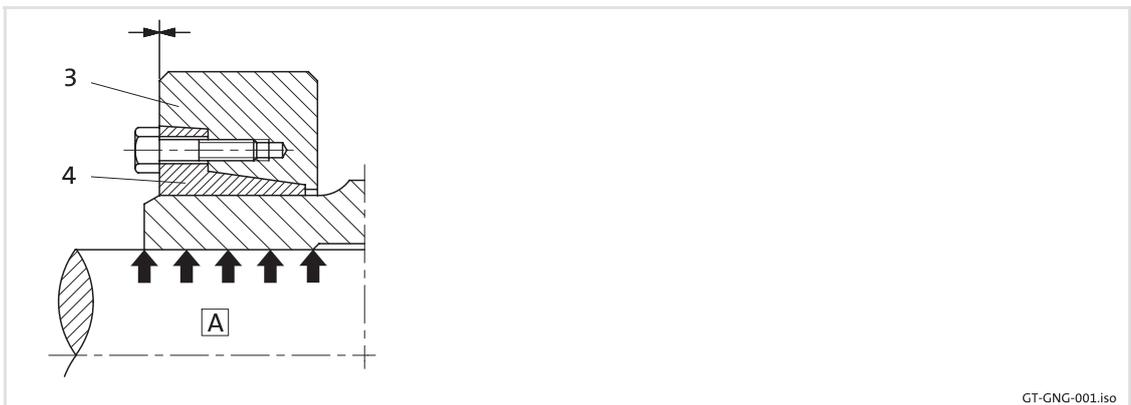

图9 带收缩盘的空心轴
当内圈和外圈表面紧固到平齐时,收缩盘正确安装(图9)。允许微小的不对齐。
3. 必要时拆掉外圈(见图9)。将相应数量的紧固螺钉拧入内圈上的加压螺纹孔，即可松开外圈。拧螺钉时要均匀，以防倾斜。压外圈，直到完全松开。